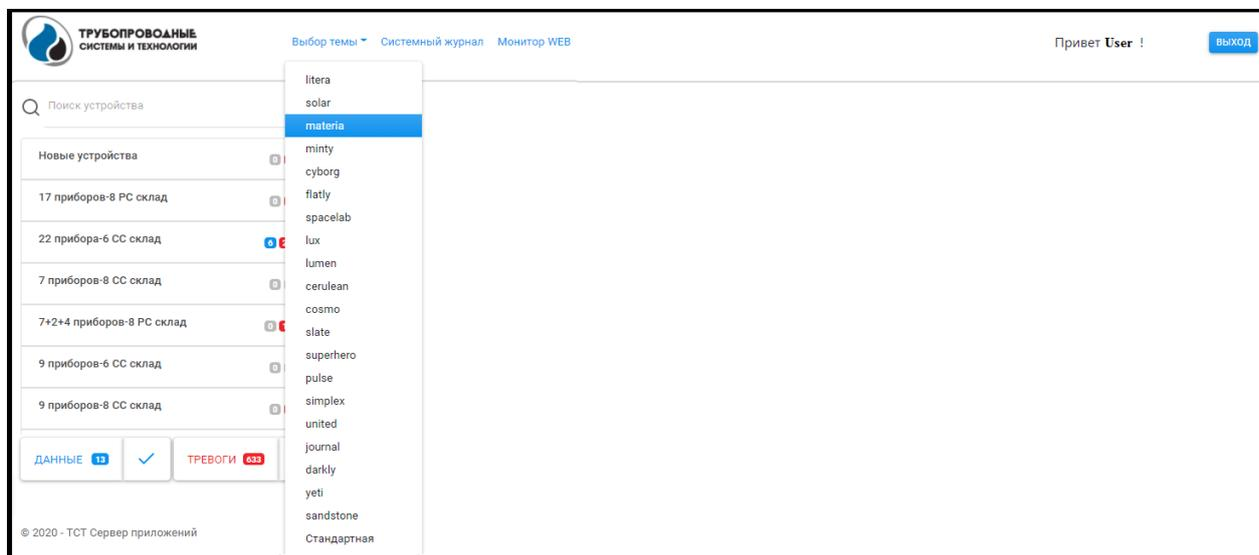

Рисунок 3 – Выбор темы оформления основного окна ПО
2.4.2 Раздел меню «Выбор темы» предназначен для выбора оформления главного окна ПО и представляет собой выпадающий список с темами (рисунок 3).